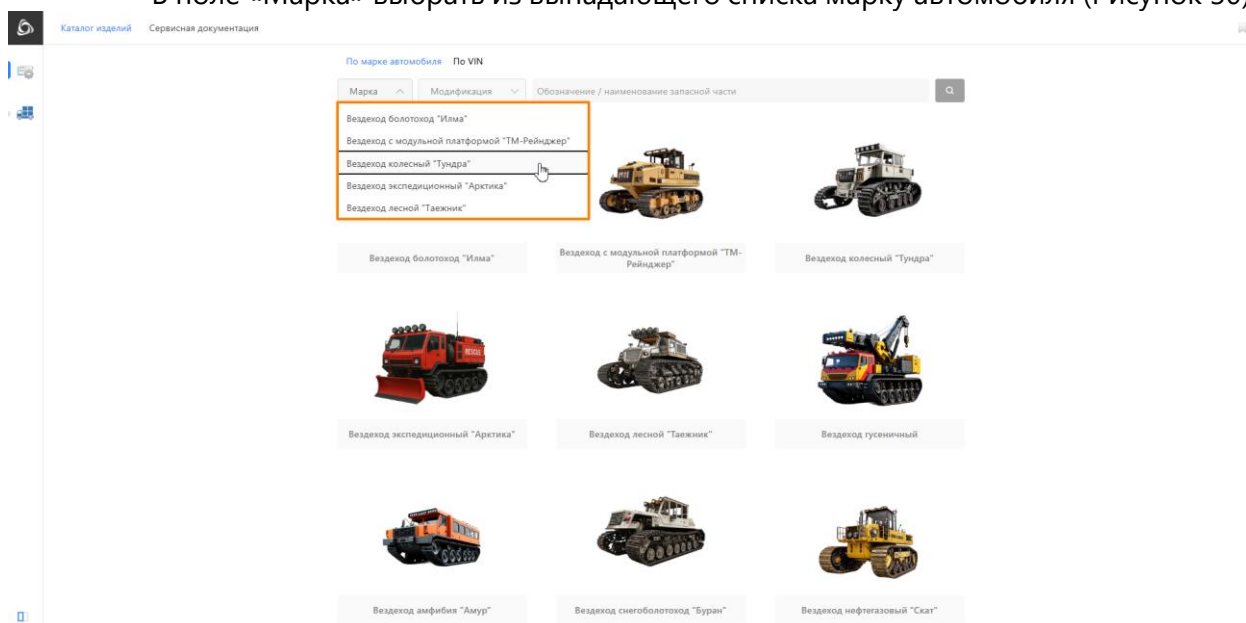

Рисунок 30 – Выбор марки автомобиля
- В поле «Марка» выбрать из выпадающего списка марку автомобиля (Рисунок 30);